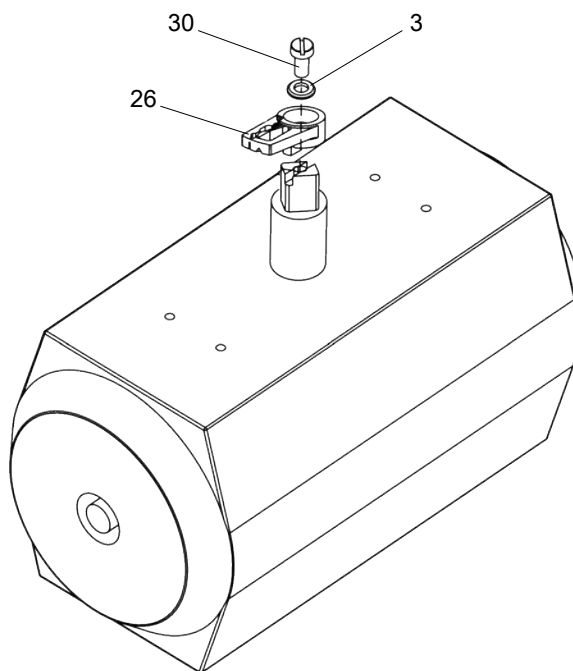

Abb. 16: Montage Mitnehmer am Antrieb
5. Abb. 16: Setzen Sie den Stellungsregler mit der Anbaukonsole vorsichtig auf den Antrieb. Dabei muss einer der beiden Stifte (35) des Kupplungsrad (25) in den Mitnehmer (26) greifen.